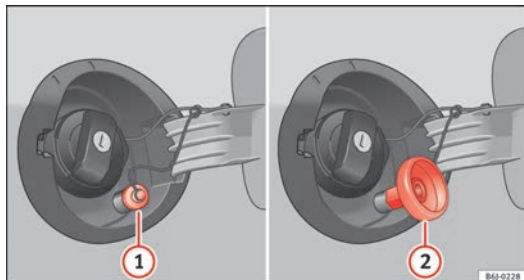

Abb. 119 Geöffnete Tankklappe mit Autogas-Einfüllstutzen und Adapter.
- Schrauben Sie den Deckel des Autogas-Einfüllstutzens ⇒ Abb. 119 ① ab.
- Schrauben Sie den erforderlichen Adapter ⇒ Abb. 119 ② auf den Autogas-Einfüllstutzen ①.
- Schrauben Sie den Adapter ⇒ Abb. 119 ② wieder ab. ▶
⇒ Abb. 119 ① auf.